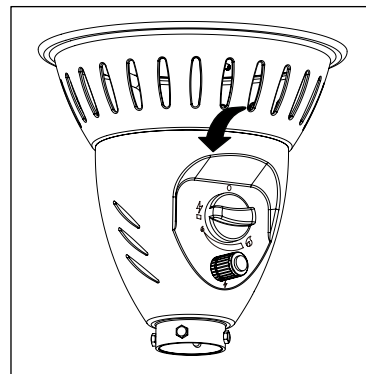

Figure 2
4. Enfoncez le bouton de commande et tournez dans le sens antihoraire à la position "PILOTE" () (Figure 2).